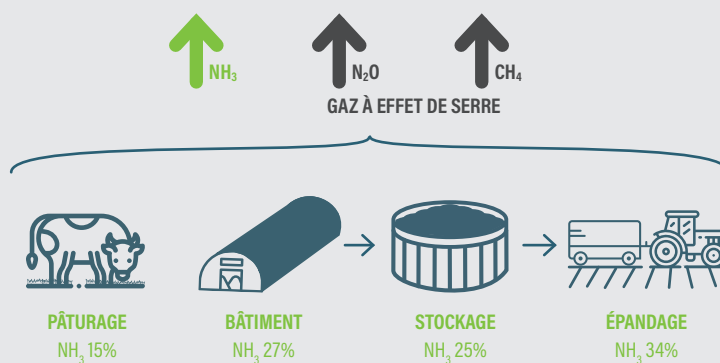

Fig 1. Émissions d'ammoniac et de gaz à effet de serre à l'échelle de la ferme
- un certain gaspillage d'azote s'échappant sous forme gazeuse au bâtiment, au stockage et à l'épandage (cf fig.1).
(cf. Fig 1)